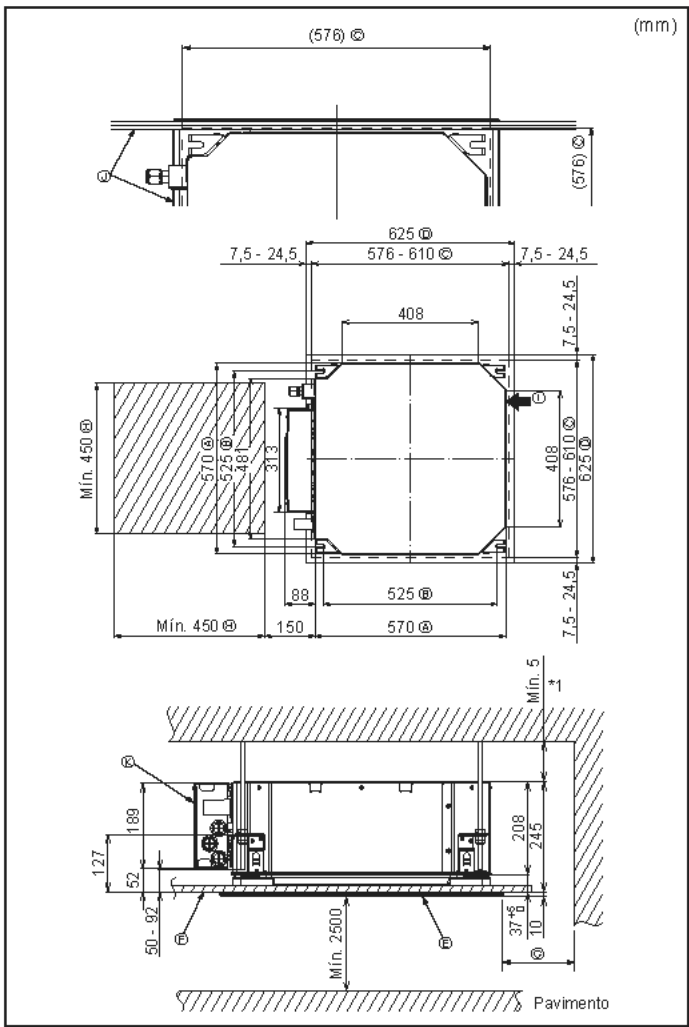

Fig. 4-2
②	Anilhas (com isolamento)	4
②	Anilhas (sem isolamento)	4
③	Cobertura de tubos (para junta da tubagem de refrigerante)
③	Pequeno diâmetro (líquido)	1
③	Grande diâmetro (gás)	1
④	Banda (grande)	6
④	Banda (média)	2
④	Banda (pequena)	2
⑤	Bocal de drenagem	1
⑥	Isolamento	1
4.2. Locais das aberturas no teto e da instalação dos parafusos de suspensão (Fig. 4-2)